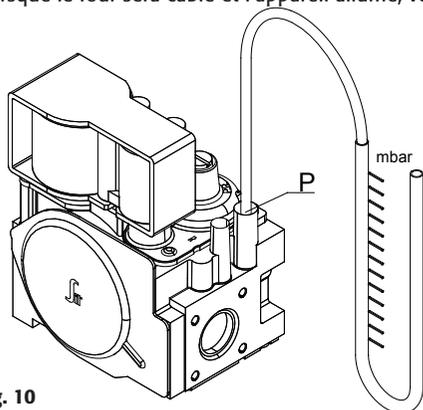

fig. 10
- Dévisser la vis "P" (fig. 10) sur la prise de pression de la soupape.